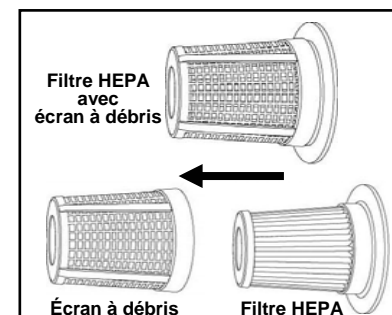

Fig. 13
1. Après avoir retiré le filtre HEPA de la coupelle, séparez l'écran à débris du filtre HEPA. (Fig. 13)